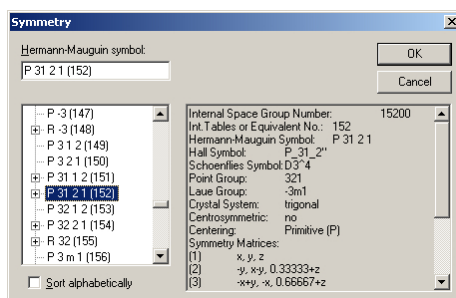

图 9: 借助当前选中空间群右侧的补充说明可以选择恰当的空间群。
然后点击“space group (空间群)”输入位置右侧的“Browse (浏览)”按钮。在打开的对话框中, 请选择空间群“P 31 2 1 (152)” (图 9) 并点击“OK (确定)”。该空间群名称将被自动复制到新建结构助手 (New structure assistant) 的相应位置。